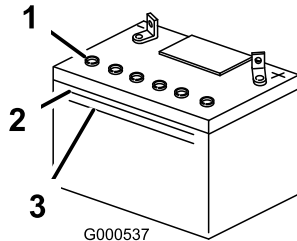

Bild 51
3. Sehen Sie sich die Seite der Batterie an. Der Füllstand muss bis zur **oberen** Linie reichen (**Bild 51**). Der Säurestand darf nicht unter die untere Linie fallen (**Bild 51**).
5. Entfernen Sie die Entlüftungsdeckel von der Batterie (**Bild 51**).
6. Gießen Sie langsam destilliertes Wasser in jede Batteriezelle, bis der Säurestand die obere Linie (**Bild 51**) am Batteriegehäuse erreicht.
7. Warten Sie nach dem Füllen der Batteriezellen 5 bis 10 Minuten. Gießen Sie bei Bedarf destilliertes Wasser in jede Batteriezelle, bis der Säurestand die obere Linie (**Bild 51**) am Batteriegehäuse erreicht.